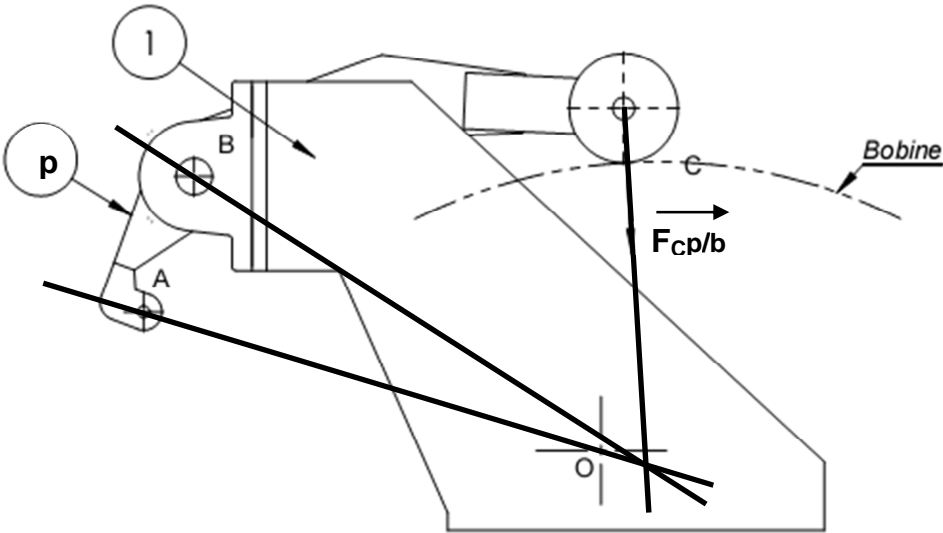

Figure 4
- L'effort de serrage d'une bobine est tracé sur la figure 4 et est de 3000 N. On considère une force de l'ensemble presseur p (3+4+5+13) sur la bobine b, appliquée au point C.
Q10.3 : **Enoncer** le principe fondamental de la statique pour cet équilibre et **tracer** sur la figure 4 les directions des forces.
Q12.1 : Sur la figure 4 (page 12/14), **relever** la cote L réelle, distance entre le point O et le coté droit du châssis 1. **Rappeler** la cote de hauteur H.